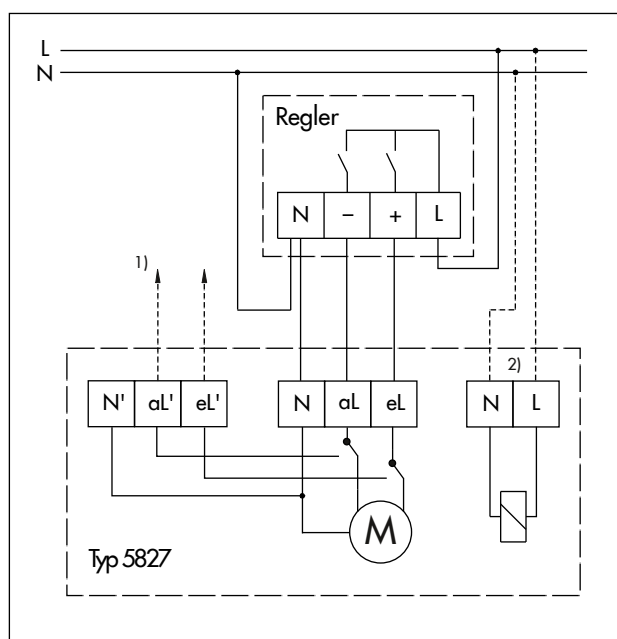

Bild 10: Elektrischer Anschluss · Dreipunkt-Ausführung
- ⇒ Anschlussleitungen durch die Kabelverschraubung in das Gehäuse einführen und nach Bild 10 anschließen.